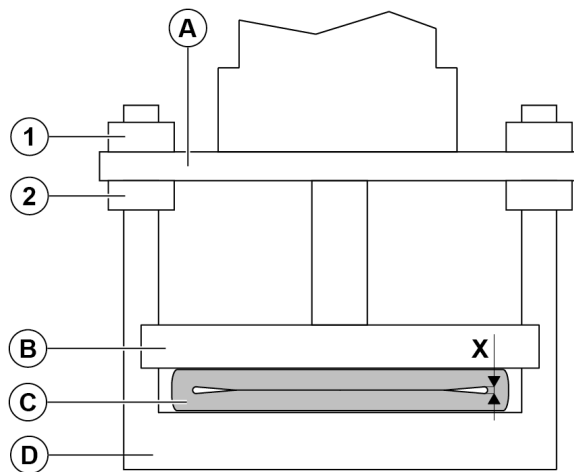

Figura 16.
6. Aperto do resto da manga através do flange com uma alavanca/ferro de dobrar (veja a *Figura 16*).